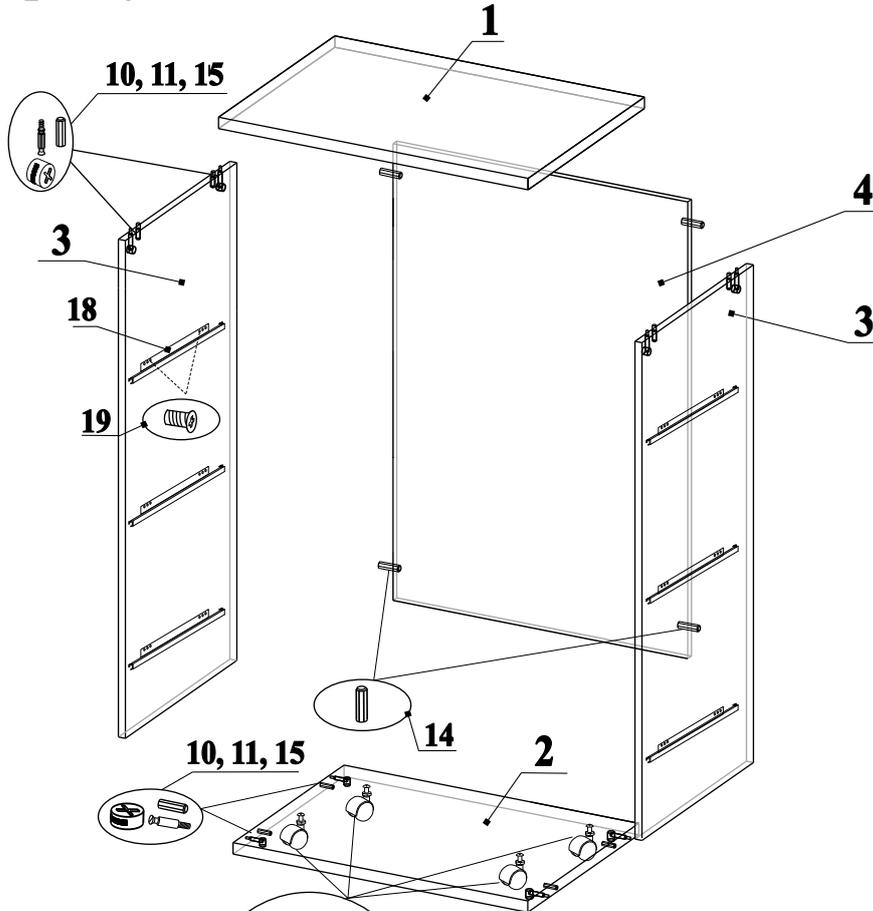

Рис. 1
1. В отверстия на деталях 2 и 3 вставить эксцентрики 11 стрелками к торцевым отверстиям (рис.1);
2. В торцевые отверстия на деталях 2 и 3 вставить шканты 15 (рис.1);
3. В торцевые отверстия на детали 4 вставить шканты 14 (рис. 1);
4. Вкрутить дюбели 10 в отверстия на деталях 1 и 3 (рис. 1);
5. Прикрутить направляющие 18 к деталям 3 евровинтами 19 (евровинты вкручиваются в 3 отверстие на направляющей)(рис. 1);
6. Прикрутить опоры 13 к детали 2 гайкой через отверстие (рис.1);
7. Соединить детали 2, 3, 4, затянуть эксцентрики 11 по часовой стрелке до упора (рис.1);
8. Соединить деталь 1 с деталями 3 и 4, затянуть эксцентрики 11 по часовой стрелке до упора (рис.1);